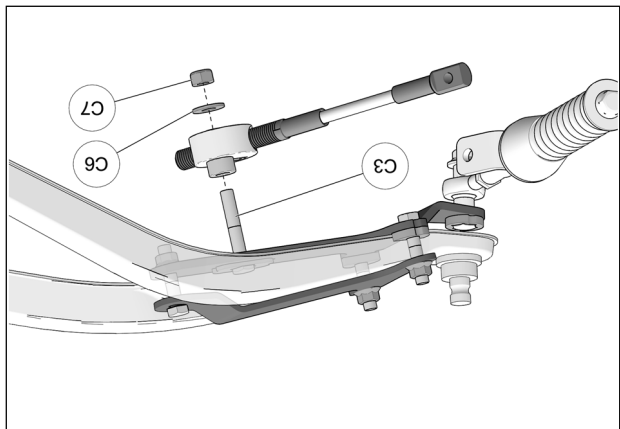

Fig. 22
12. Positionner le disque en aluminium du limiteur de conduite au boulon (C3). Utiliser la rondelle (C6) et l'écrou (C7) pour fixer le limiteur de conduite en place. Serrer l'écrou à un couple de 50 N•m [37 lb•pi]. Fig. 22